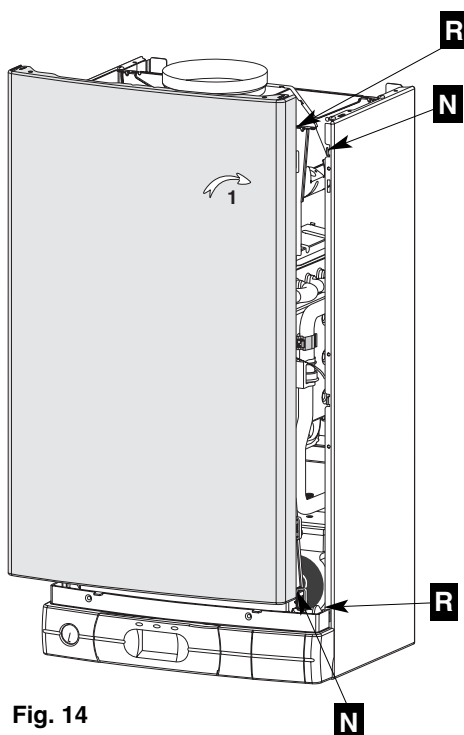

Fig. 14
- présenter la façade (fig. 14)